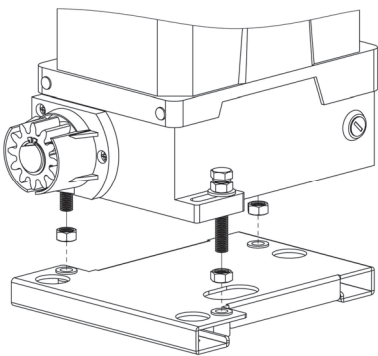
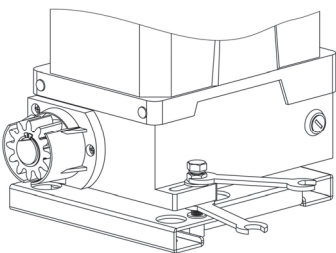

图 7
图 8
4.2.1. 如底板安装高度不足，而又相差不大，可按下图7将螺栓上2个螺母中的一个卸下，从电机机座下旋入螺栓。调整好电机前后位置后，如图8用2个开口扳手反向将2螺母跟机座扭紧。